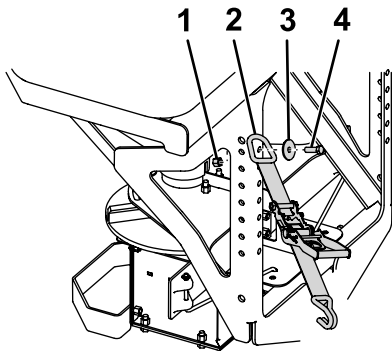

Bild 5
1. Befestigen Sie den D-Ring am Ende des Spanngurts mit einer Schraube ( $\frac{1}{2}$ " ), Unterlegscheibe ( $\frac{1}{2}$ " ) und einer Sicherungsmutter ( $\frac{1}{2}$ " ) an den oberen Befestigungslöchern außen am Rahmen des Streuers und ziehen Sie die Schrauben auf ein Drehmoment von 76 N·m an, wie in Bild 5 dargestellt.